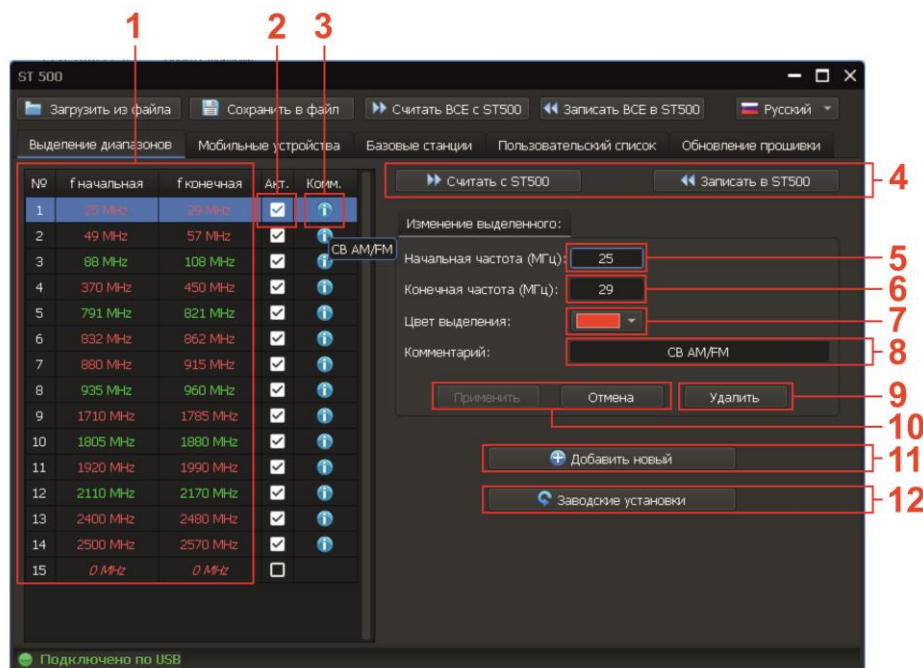

Рис.49
Экран прибора после включения режима представлен на рис.49.
### **Цифрами на рис.49 обозначено:**
- начальной и/или конечной частоты (рис.49, п.5,6)
- выбрать цвет выделения (рис.49, п.7)
- ввести комментарий (рис.49, п.8)
- установить признак активности (рис.49, п.2)
- начальную и конечную частоту (рис.49, п.5,6)